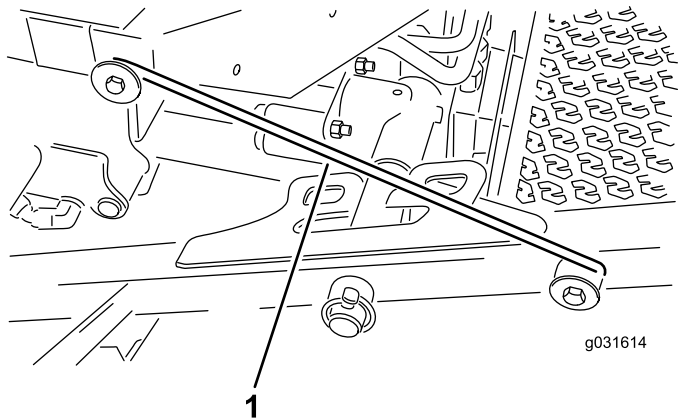

Figura 30
4. Desenganche la varilla de bloqueo del enganche del bastidor de tiro delantero (Figura 30).
5. Levante la parte exterior de las carcasas de corte delanteras y coloque la varilla sobre el perno del bastidor montado en la parte delantera de la plataforma del operador (Figura 30).